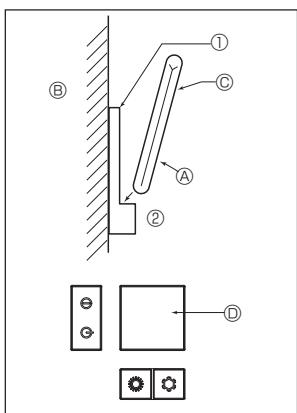

Fig. 7-9
2) Installationsmetod (Fig. 7-9)